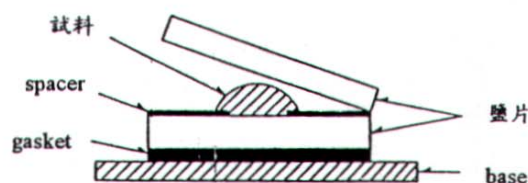

Fig.2
3. 使用墊片時，注意不要使空氣夾在裏面。操作方法如下圖 (Fig. 2):